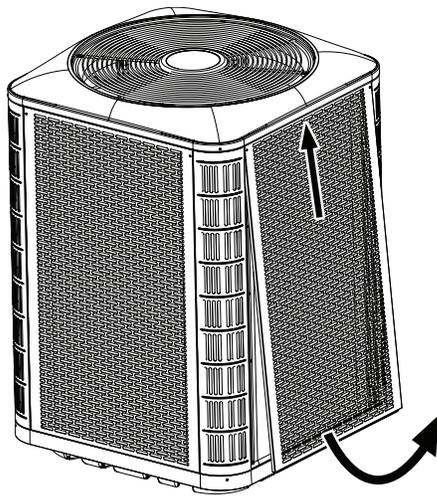
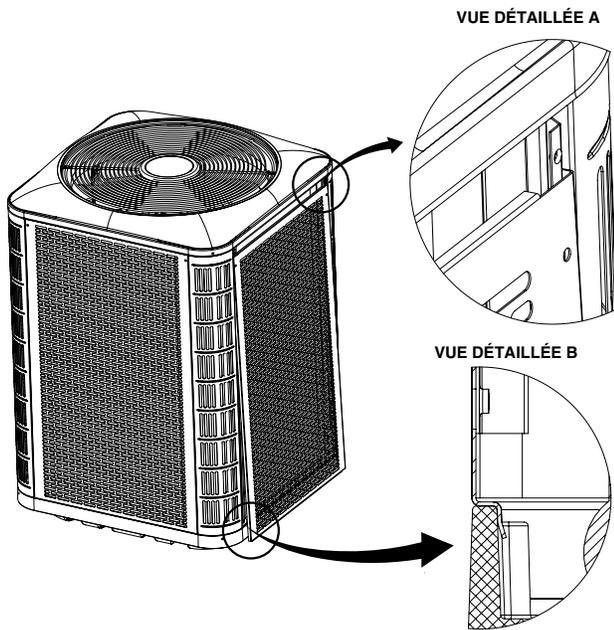

Figure 2. Désassemblage du panneau
Figure 3. Installation du panneau
- Pour accéder aux composants internes de l'appareil, consultez la Figure 2, (page 6) pour désassembler le panneau et la Figure 3, (page 6) pour installer le panneau.
2. Glissez le panneau vers le haut et le bac supérieur pour dégager la bride inférieure du bac inférieur. Voyez le Figure 2.
1. Insérez les coins supérieurs des brides latérales du panneau dans les rainures du montant de coin, tel que montré au Détail A de la Figure 3.